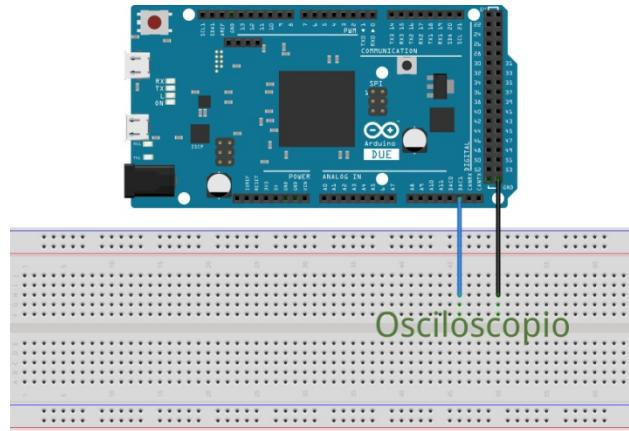

Figura 2.27. Diagrama esquemático práctica #14.
- Visualizar en el osciloscopio la señal en la salida DAC1 de Arduino DUE (ver Figura 2.27).